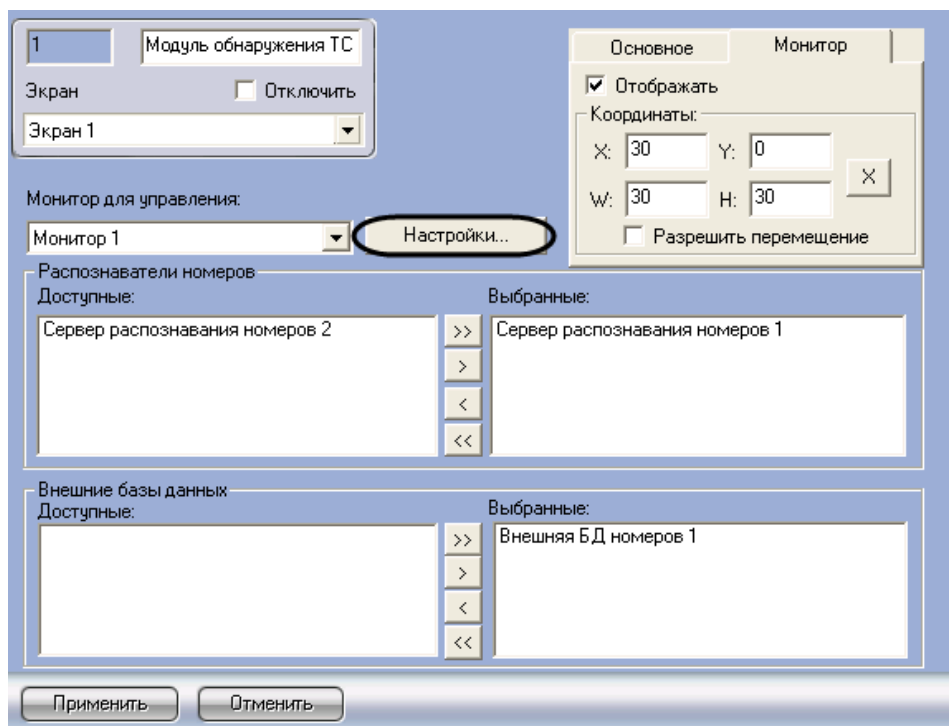
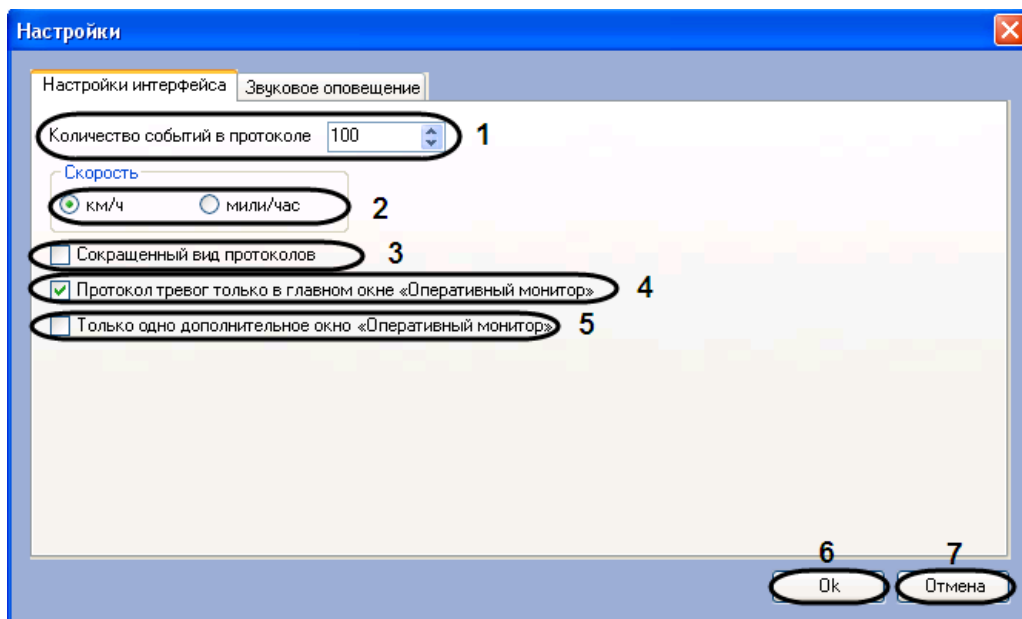

Рис. 7.8-7. Доступ к настройкам интерфейса окна «Модуль обнаружения ТС»
Рис. 7.8-8. Настройки интерфейса окна «Модуль обнаружения ТС»
1. Перейти на панель настройки объекта «Модуль обнаружения ТС» (Рис. 7.8-7).
2. Нажать кнопку «Настройки» (см. Рис. 7.8-7). В результате выполнения операции отобразится одноименное диалоговое окно (Рис. 7.8-8).
3. В поле «Количество событий в протоколе» (см. Рис. 7.8-8, 1) ввести максимальное количество событий, которое может быть отображено в каждом из протоколов компонента «Оперативный монитор». Обновление протокола, содержащего максимальное количество событий, производится по кольцу: при добавлении нового события наиболее раннее удаляется.
4. Установить переключатель «Скорость» (см. Рис. 7.8-8, 2) в положение, соответствующее той единице измерения скорости транспортных средств, которую требуется отображать в окне «Модуль обнаружения ТС» (километры в час или мили в час).
В случае если в протоколах компонента «Оперативный монитор» для каждого события требуется выводить только распознанный номер, название распознавателя номера и дату и время получения сведений, установить флажок «Сокращенный вид протоколов» (см. Рис. 7.8-8, 3).
6. Существует возможность создавать дополнительные компоненты «Оперативный монитор» (см. документ «Программный комплекс Авто-Интеллект: Руководство Оператора»). В случае если протокол тревожных событий требуется отображать только в основном интерфейсном компоненте «Оперативный монитор», а не в дополнительных, установить флажок «Протокол тревог только в главном окне «Оперативный монитор»» (см. Рис. 7.8-8, 4).
7. По умолчанию количество отображаемых дополнительных компонентов «Оперативный монитор» не ограничено. В случае если требуется отображать только один, созданный последним, дополнительный компонент «Оперативный монитор», установить флажок «Только одно дополнительное окно «Оперативный монитор»» (см. Рис. 7.8-8, 5).
8. Для сохранения внесенных изменений и закрытия диалогового окна «Настройки» нажать кнопку «Ок» (см. Рис. 7.8-8, 6).
*Примечание. Для закрытия диалогового окна «Настройки» без сохранения изменений следует нажать кнопку «Отмена» (см. Рис. 7.8-8, 7).*